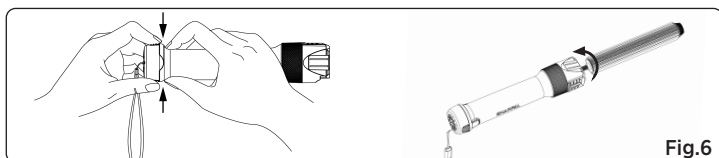

Fig.6
1. Tryck ner spännet på handtagets ändlock för att öppna det och ta ut slipmedelhållaren ur handtaget. (Se Fig. 6).
2. Skruva fast gängan på slipmedelhållaren medurs i botten av monteringshålet (Se Fig. 6).